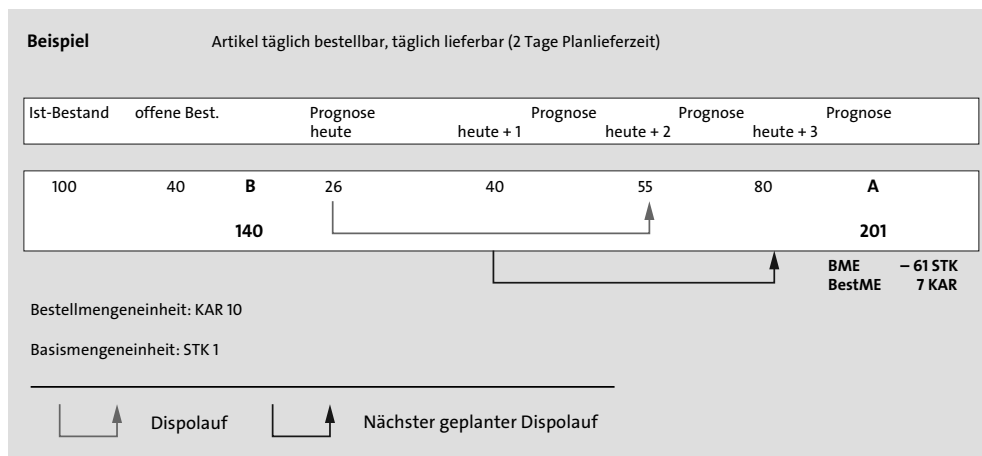

Abbildung 4.8 Beispiel einer Saisonprognose
Auf Basis der Prognosewerte berechnet die Disposition nun den Bedarf. Die Bedarfsplanung in SAP Retail ist so eingestellt, dass das Verteilzentrum bis zur Verfügbarkeit der nächsten Lieferung bevorratet wird. In unserem Beispiel ist der Artikel täglich bestellbar, und die Planlieferzeit dauert zwei Tage, also bis zur Verfügbarkeit der nächsten Lieferung (heute plus drei Tage). Die Werte der Prognose bilden den Bruttobedarf A (in unserem Beispiel $26 + 40 + 55 + 80 = 201$). Von diesem Bedarf werden der Bestand (100) sowie die offenen Bestellungen, die in diesem Zeitraum eintreffen, abgezogen (40). Damit ergibt sich ein Nettobedarf von $201 - 140$, also 61 Stück (siehe Abbildung 4.8). Das System wird in diesem Fall 61 Stück als Bedarf vorschlagen.